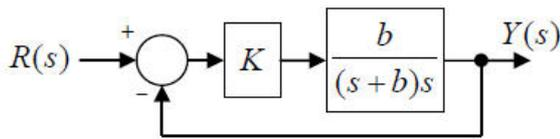

Fig.1
4.e) Al sistema de la fig.1 se le agregó un cero en $S=-\alpha$, obteniendo el de la fig. 2: